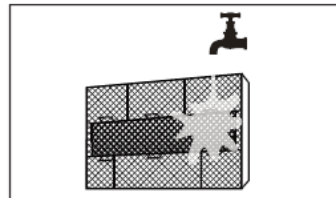

fig. 20 -
5. Lave los filtros principales con agua o límpielos con una aspiradora "fig. 20 -". Permita que los filtros se sequen por completo sin exposición a la luz solar directa.